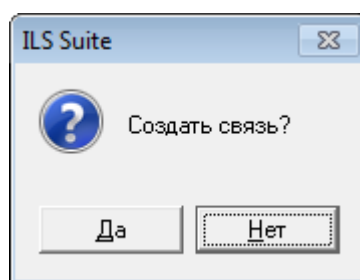

Рис. 13-479 – Диалоговое окно
3) Переместить с помощью мыши расходный материал на работу в окно «Выполненные работы». Появится подсказка вида «+ Создать связь X объект(ов) в ...» (рис. 13-479). Отпустить кнопку мыши.